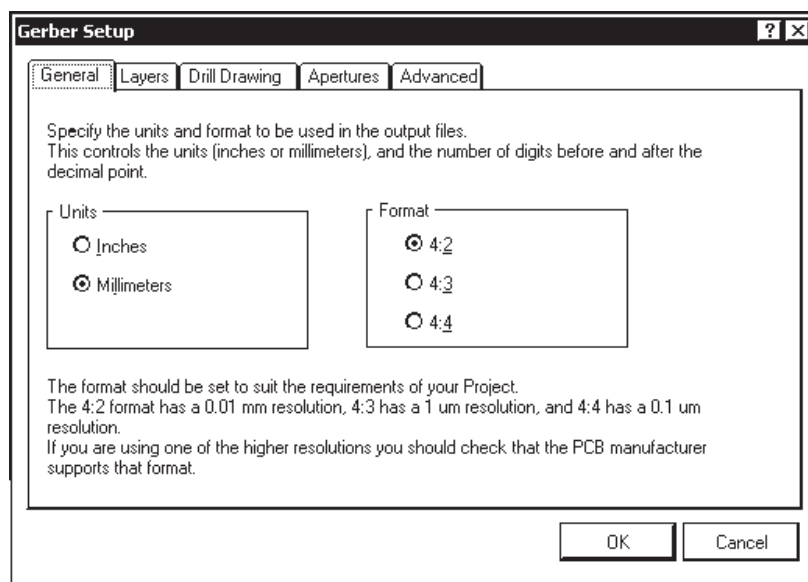

Рис. 10.10. Настройка параметров экспорта в формат фотоплоттера Gerber: панель формата координатных чисел
1. Выполнить команду главного меню **File | Fabrication Outputs | Gerber Files** (см. рис. 10.3) — откроется диалоговое окно настройки экспорта **Gerber Setup** (рис. 10.10) с пятью панелями-вкладками: